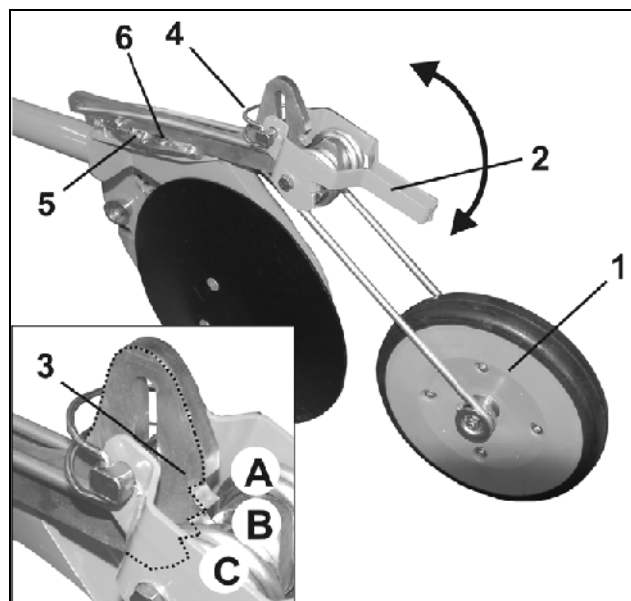

Fig. 21
La presión del rodillo de presión de la siembra (Fig. 21/1) se puede ajustar en 3 posiciones.
Girar la palanca de inmovilización (Fig. 21/2) hacia arriba y, así, soltarla.
El rodillo de presión de la siembra se puede ajustar en 3 posiciones mediante un engranaje dentado (Fig. 21/1).
- Girar la palanca de inmovilización (Fig. 21/2) hacia arriba y, así, soltarla.
- Retirar el pasador de conexión (Fig. 21/4).